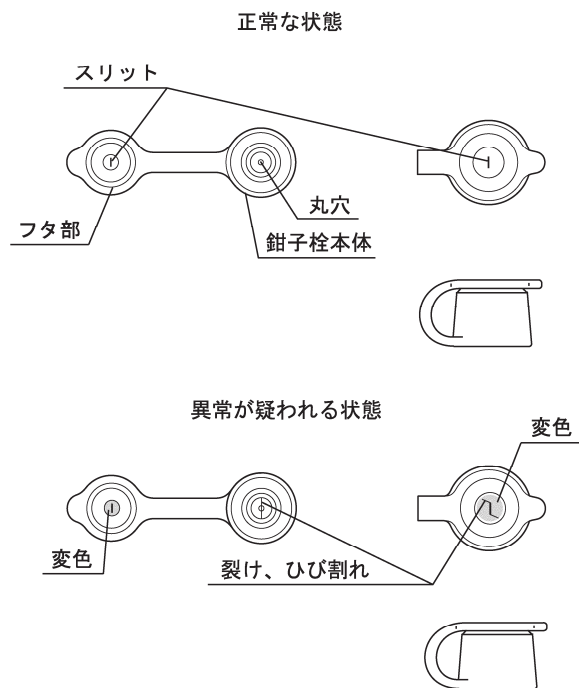

図 3
- 11.鉗子栓のフタ部のスリットまたは鉗子栓本体の丸穴に裂け、ひび割れ、変形、変色などの異常がないことを目視で確認すること（図3参照）。